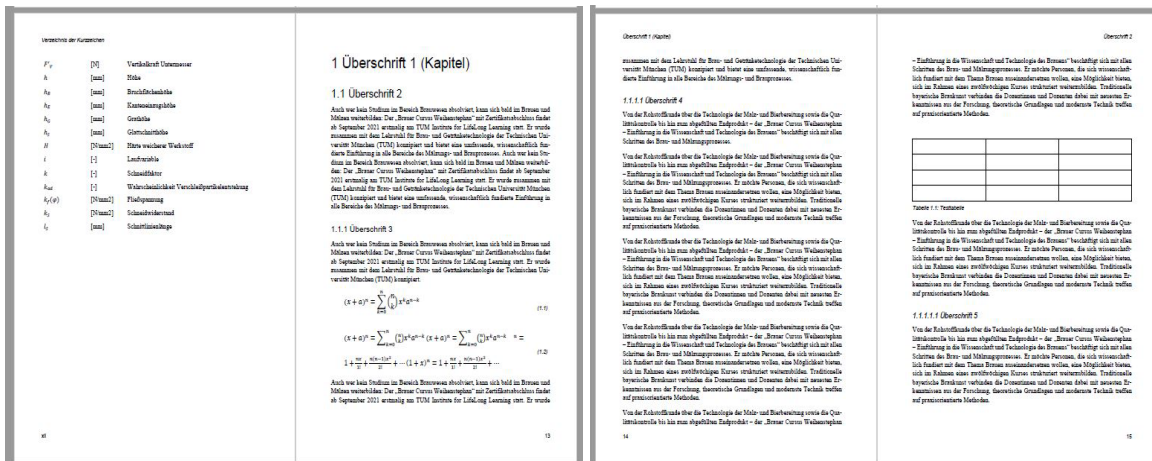

Abbildung 1: Zweiseitiges Layout für den Buchdruck.
4. Das Dokument (der Buchblock) beginnt immer auf einer rechten Seite. Eine linke und eine rechte Seite liegen sich im Folgenden immer gegenüber (vgl. Abbildung 1).